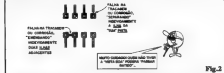

Fig. 2
- **FIG. 2 - FALHAS TÍPICAS DURANTE A CORROSÃO** - Muito bem... A traçagem foi - seguramente - bem feita e conferida... Porém, durante a corrosão ("ataque" dos ácidos sobre a película cobreada, mergulhada na solução de perclorato de ferro...), por uma série de motivos (temperaturas ou concentração da solução, tempo da operação, etc.) também podem surgir falhas ou defeitos sérios no Impresso! A fig. mostra os dois defeitos mais comuns, nessa categoria:
envolvendo bem o terminal. As chances de que a conexão esteja MUITO BOA são melhores do que 99%. Uma ligação com esse "jeitão" apenas dará "xabi" se houver trincamentos ou falhas na pista (ver fig. 2...) ou se o próprio componente (integrado) estiver "danado" por dentro...